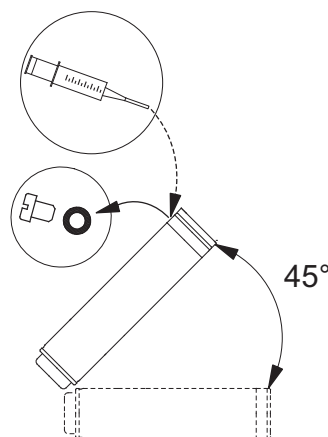

Fig. 3 Poziția motorului pe timpul umplerii – MS6 și MS 6000
- Dacă motorul se livrează din stoc, nivelul lichidului din motor trebuie verificat înainte de montarea motorului pe pompă, vezi fig. 3.
- În cazul operațiunilor de service nivelul lichidului trebuie verificat, vezi fig. 3.
1. Poziționați pompa vertical, cu motorul ca în fig. 3.
2. Injectați lichidul în motor cu ajutorul unei seringi de umplere, fig. 3, până când lichidul se scurge din motor pe lângă arborele motor.